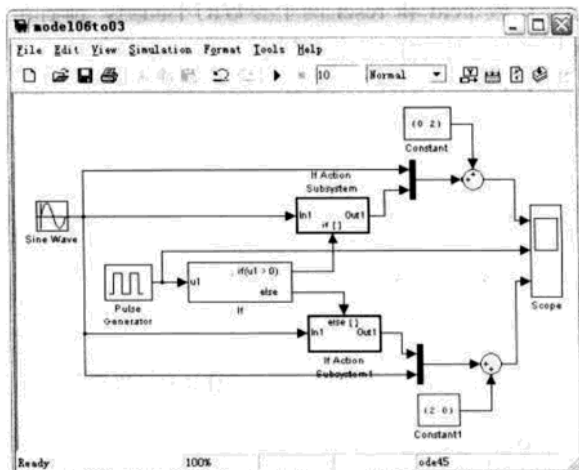

图 6.14 仿真模型结构图
(1) 搭建仿真模型图, 如图 6.14 所示, 保存文件为 model06to03.mdl。